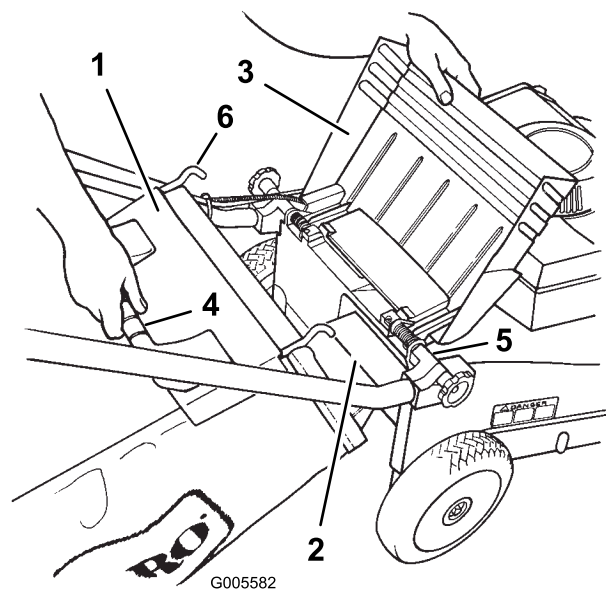

Bild 15
2. Heben Sie die Auswurflappe an, schieben Sie die Korbrampe am Grasfangkorb in die Auswurföffnung und haken Sie den Korbrahmen in das gerundete Teil der Befestigungshalterungen ein (Bild 15).